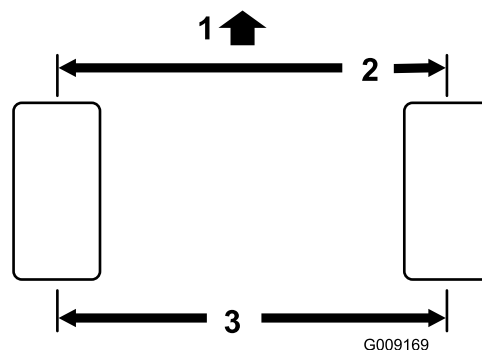

Figure 108
2. Mesurez l'entraxe (à hauteur d'essieu) à l'avant et à l'arrière des roues directrices (Figure 108).